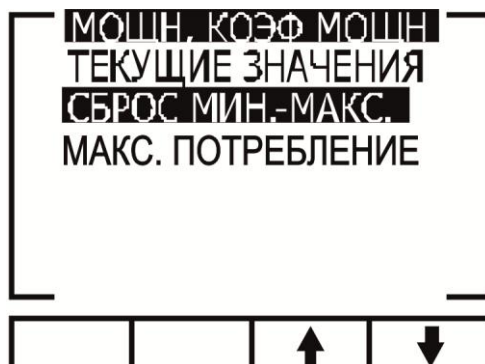

Рис. 31
2. Нажмите Enter, на дисплее появится экран вывода значений мощности и коэффициента мощности (рис. 31):